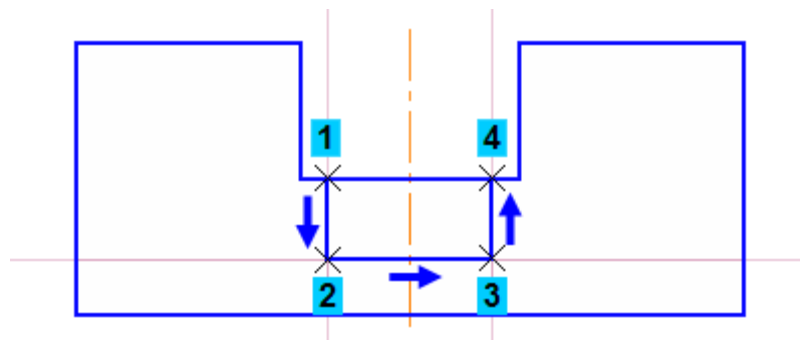

Рисунок 15.
- Нажмите кнопку Непрерывный ввод объектов на панели Геометрия и постройте ломаную линию 1–2–3–4 (рис. 15).